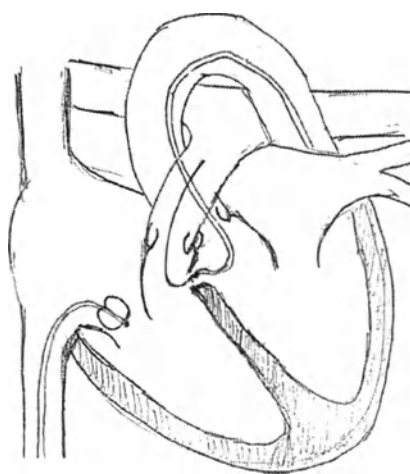

Рис. 04: Продвижение баллонного катетера с отверстием на конце
- (Рис. 04) Через бедренную вену необходимо продвигать 6F или 7F баллонный катетер с отверстием на конце до легочной артерии или верхней полой вены. Если размер внутренней полости этого катетера позволяет, то можно поместить туда петлю-ловушку (multi-snare pfm medical ag). Если внутренняя полость баллонного катетера с отверстием на конце слишком мала для петли-ловушки, замените его подходящим.